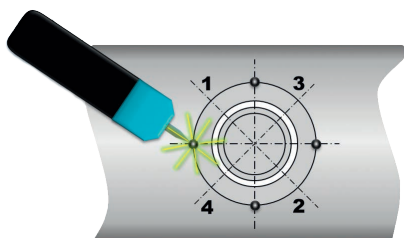

Abb. 1: Heften
2. Muffe zentrieren und ausrichten, dann mit vier Punkten anheften (Abb. 1).